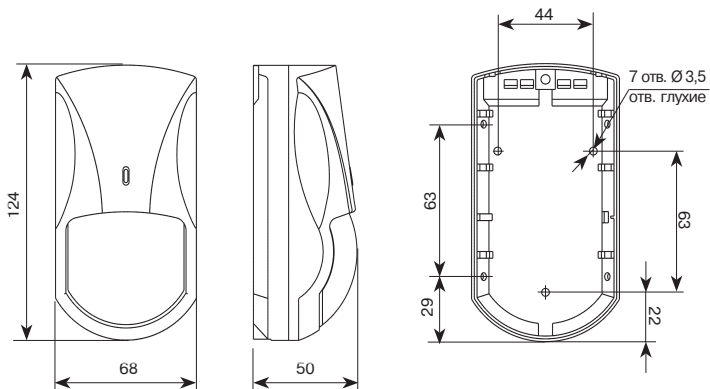

Рисунок 5 – Габаритные и установочные размеры извещателя
9.4 Выбрав место установки, проведите разметку отверстий для крепления извещателя с учетом положения отверстий в основании извещателя, просверлите отверстия в стене (рисунок 5).